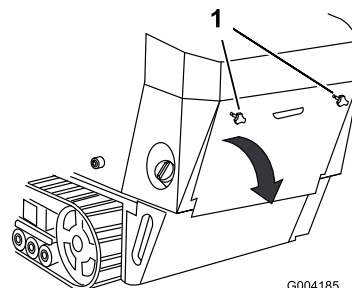

Figura 30
1. Svitare le due manopole che fissano il portello di accesso posteriore alla macchina (Figura 30).
2. Inclinare il portello di accesso posteriore verso il basso e rimuoverlo per accedere ai componenti interni (Figura 30).